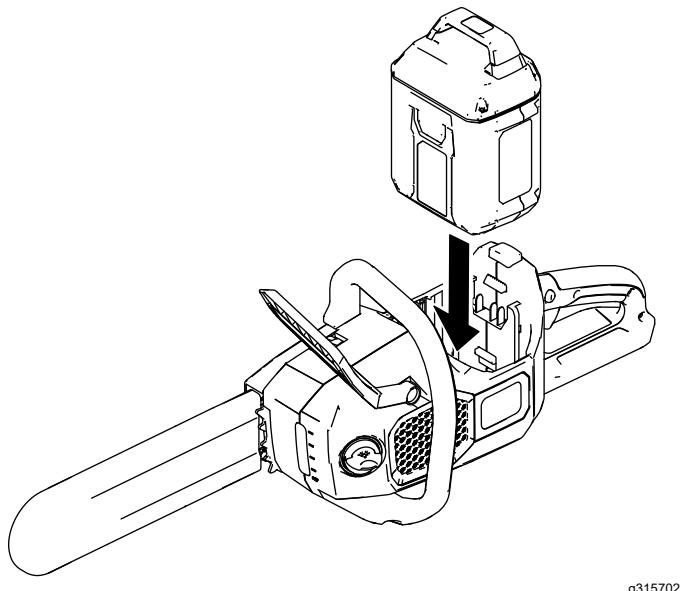

Figura 7
3. Allineate la linguetta del pacco batteria con il vano batteria nella motosega (Figura 7).